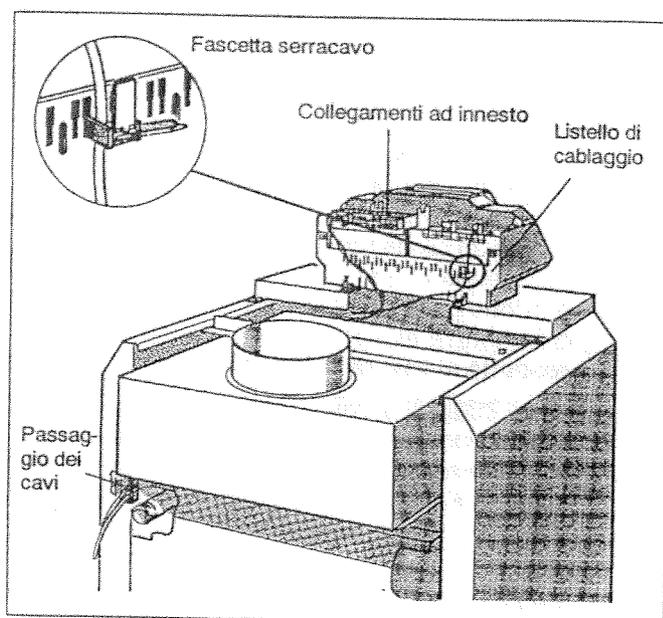

Fig. 11: Collegamenti ad innesto e fascetta serracavo
- Condurre i cavi di collegamento elettrici e il cavo di collegamento del controllo dei gas combusti a cura del committente dal retro attraverso il passaggio dei cavi nella canalina fino all'apparecchio di regolazione (Fig. 11).
- Realizzare gli allacciamenti elettrici a cura del committente ai collegamenti ad innesto dell'apparecchio di regolazione seguendo lo schema elettrico (Fig. 11).
- Fissare tutti i cavi con fascette serracavo: inserire dall'alto la fascetta serracavo con immesso il cavo nella fessura del listello di cablaggio; la costola della leva deve essere rivolta verso l'alto. Spingere la fascetta serracavo verso il basso e applicare contropressione. Portare la leva verso l'alto (Fig. 11).